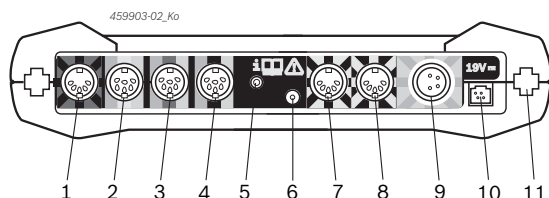

Fig. 2: Pannello di collegamento FSA 500 (dal basso)
Per il collegamento vedi Fig. 2, Pos. 6.
5. Collegare i sensori agli appositi connettori dell'unità di misurazione (vedi fig. 2).